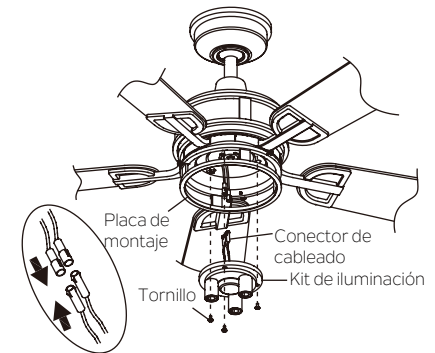

Fig. 22
Paso 1. Retirar los 3 tornillos preinstalados de la placa de montaje como se muestra. Luego guárdelos para reutilizarlos en el paso 3. (Fig. 22)
Paso 2. Mantener el kit de iluminación cerca de la placa de montaje y conecte los cables BLANCOS de la placa de montaje y el ventilador presionando los conectores. Luego debe continuar con el mismo procedimiento con los cables NEGROS. (Fig. 22)
Paso 3. Meter las conexiones perfectamente en el kit de iluminación. Luego alinear los agujeros para tornillos en el kit de iluminación y la placa de montaje. Apretar con seguridad los 3 tornillos que retiró anteriormente. (Fig. 22).